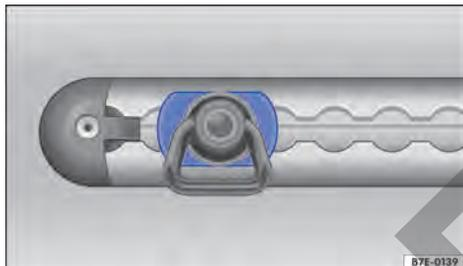

Fig. 123 Representación esquemática: rail de amarre con argolla de amarre.
- Asegúrese de que la argolla haya encastrado correctamente. Los lados de la argolla tienen que estar en posición horizontal → Fig. 123.